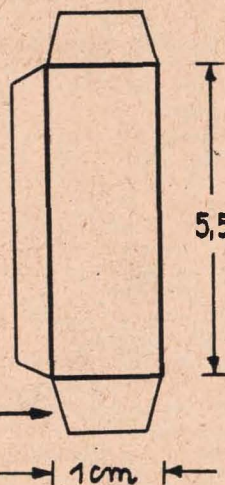

Abb. 3
Die Führungsschienen (2), die wir aus der 0,5 mm starken Pappe ausschneiden, werden der größeren Festigkeit wegen an drei Seitenflächen festgeklebt (Abb. 3). Die Lufträume zwischen Dia und Seitenwänden füllen wir durch eingeklebte Holzstäbchen (3) aus. Ebenso verwenden wir für den unteren Anschlag kleine, etwa 4 mm hohe Holzstückchen.